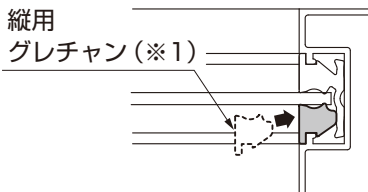

図7-8
- ⑤①で裂いた縦用グレチャン(※1)を角格子にはめ込んでください。(図7-8参照)